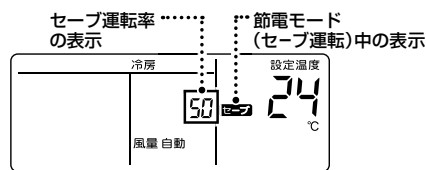

図3: 節電モード(セーブ運転)中の画面
- セーブ運転率の設定後は、節電モード（セーブ運転）中画面が表示されます。（図3）